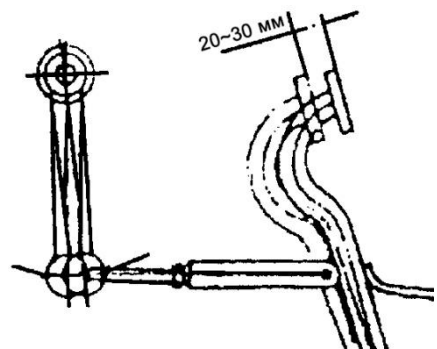

Рис. 21. Свободный ход педали муфты сцепления
- Свободный ход педали сцепления должен быть в пределах 20-30 мм (См. Рис.21). При необходимости его регулируют следующим образом: отвернуть контргайки, снять соединительный палец, поворачиванием регулирующей вилки изменить длину тяги и, следовательно свободный ход педали муфты сцепления.